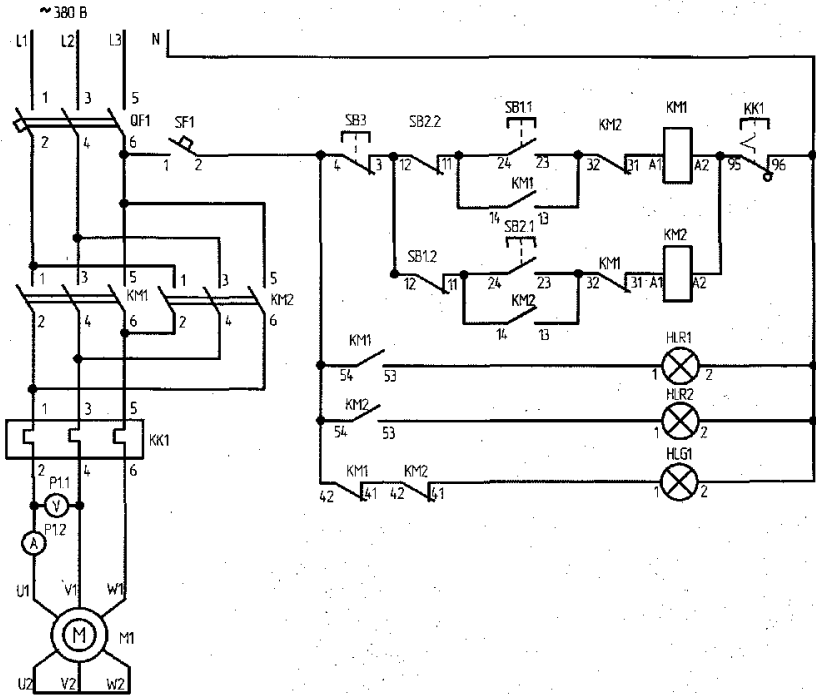
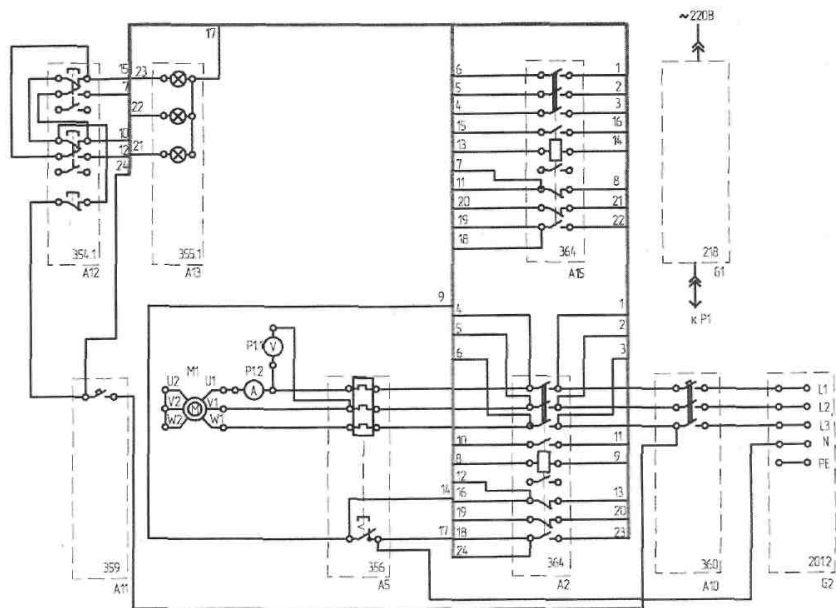

Рис. 5.3. Схема электрическая принципиальная реверсивного магнитного пускателя
Рис. 5.4. Схема электрическая соединений элементов стенда для исследования реверсивного магнитного пускателя
**К пункту 1.3.** Собрать схему по рис. 5.3 (принципиальная) и рис. 5.4 (монтажная).